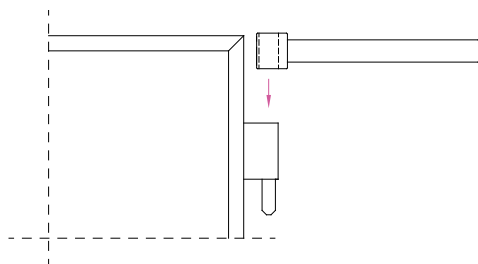

Figura 1
- L'attrezzo "registro cerniere" si adopera quando le normali registrazioni non sono sufficienti, di solito si usa per registrare la planarità della porta dal lato cerniera oppure quando in chiusura la porta va a tiro. Piegando leggermente il corpo cerniera verso l'interno o verso l'esterno si aumenta o diminuisce lo spazio tra porta e telaio lato cerniera. (vedi Figura 1)